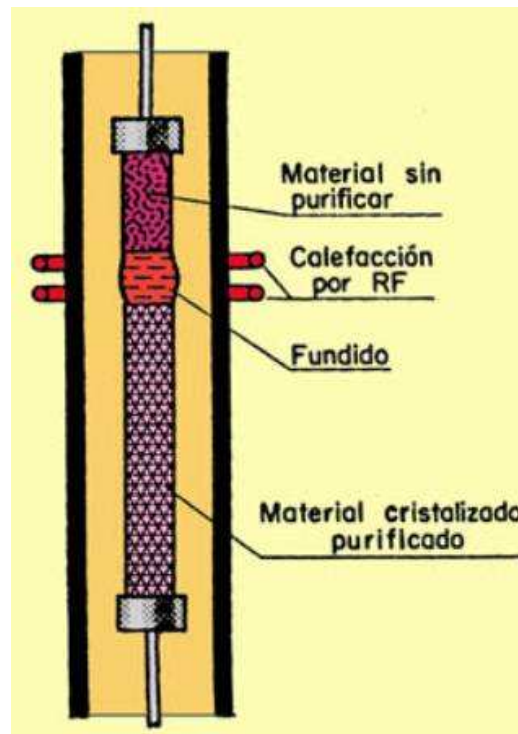

Ilustración 40: Método de la Zona Flotante
- Método de Zona Flotante (ilustración 40)